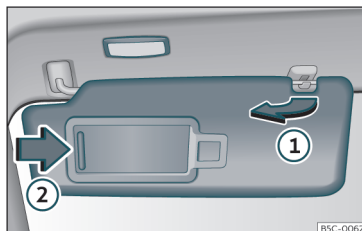

Abb. 98 Sonnenblende.
- Die Sonnenblende kann aus der Halterung herausgezogen und zur Tür»» Abb. 98 ① geschwenkt werden.